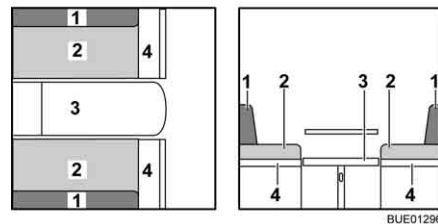

Fig. 124 Durante la trasformazione
- Allargare il sedile (Fig. 124,4).
- Rimuovere i cuscini dello schienale (Fig. 124,1) e riporli.
- Tirare i cuscini del divano (Fig. 124,2) verso il centro.